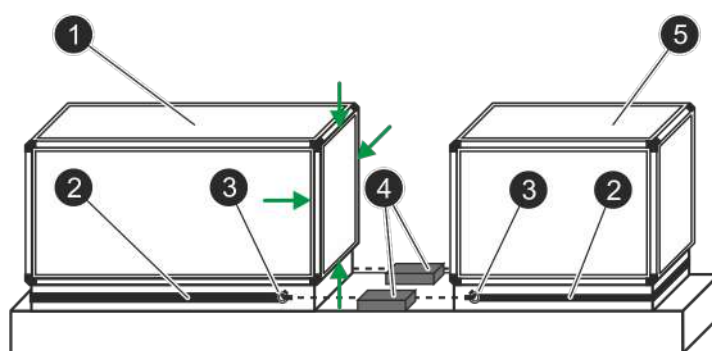

Fig. 21: Cinta y polipasto de cadena
1. ➤ Compruebe si la cinta de estanquidad autoadhesiva del bastidor de perfiles (Fig. 21/flechas) está pegada a un cubo individual.
2. ➤ Si no hay cinta de estanquidad pegada al bastidor de perfiles, limpie y desengrase con acetona el bastidor de perfiles por el punto de adhesión de la cinta de estanquidad autoadhesiva (Fig. 21/flechas). A continuación, pegue la cinta de estanquidad autoadhesiva a lo largo del punto de adhesión del bastidor de perfiles.
3. ➤ Coloque una cinta (Fig. 21/2) alrededor del zócalo de cada cubo individual (Fig. 21/1+5).
4. ➤ Una los extremos de las cintas (Fig. 21/3) por delante y por detrás en los cubos individuales (Fig. 21/1+5) con dos polipastos de cadena (Fig. 21/4).
5. ➤ Con los dos polipastos de cadena (Fig. 21/4) aproxime uniformemente los dos cubos individuales (Fig. 21/1+5).
6. ➤ Una los cubos individuales (Fig. 21/1+5) (↪ *Capítulo 3.3.1 «Unión de cubos individuales» en la página 41*).